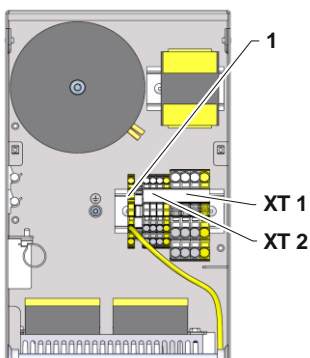

Abb. 4: Ansicht Elektroteil
12. Klemme 3-pol. mit Erdungsdraht der Schnittstelle ZO an Tragschiene (Kennzeichnung 1 → Abb. 4) bei XT 1 bzw. XT 2 anbringen.